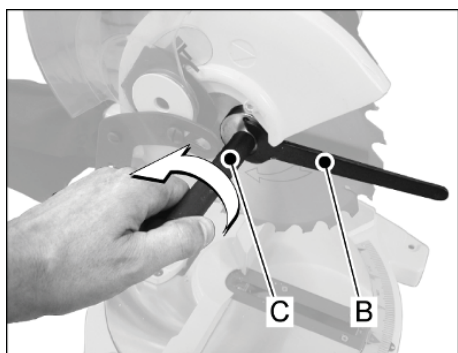

Рис. 12
- Заблокируйте фланец пилы при помощи специального ключа (B, Рис. 12) и затяните крепежный винт пильного диска при помощи ключа в комплекте (C).